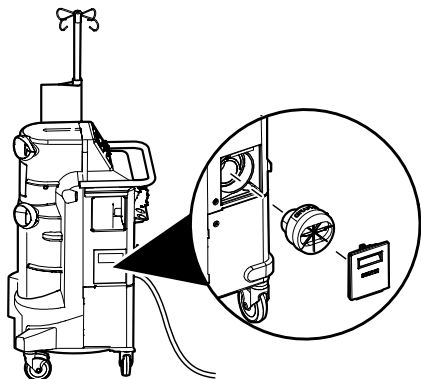

Figura 2 – Retirar e instalar o filtro
2. Retire a porta do compartimento do filtro (Figura 2).
5. Instale o filtro novo no compartimento respectivo e coloque a porta novamente no sítio (Figura 2).